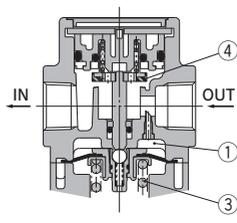

図2 逆流時
入口圧力が遮断され、排気されると、チェック弁②が開きダイヤフラム室内①の圧力が入口側へ排出されます(図2)。
それにより、ダイヤフラム室内①の圧力が低下し、調圧スプリング③の発生力で、ダイヤフラムが押し下げられステムを介してバルブ④が開き、出口圧力は入口側へ排出されます(図2)。